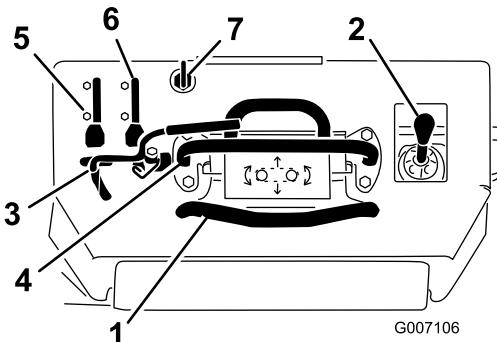

Figure 5
Avant de mettre le moteur en marche et d'utiliser la machine, familiarisez-vous avec toutes les commandes (Figure 5).
- Pour vous déplacer en marche arrière, tirez la commande de déplacement en arrière (numéro 3 en Figure 6). **Regardez derrière vous et soyez très prudent lorsque vous faites marche arrière et gardez toujours les mains sur la barre de référence (Figure 5).**